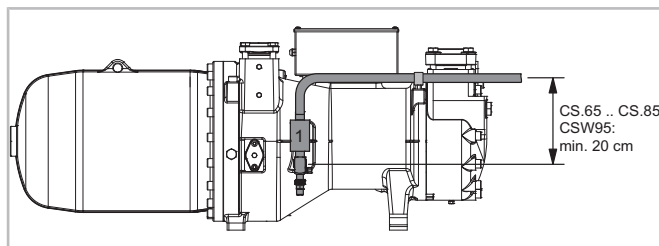

Рис. 5 Схема прокладки трубопровода линии экономайзера на компрессоре
Опциональные линии экономайзера (ECO) (не для CSW95), см. рис. 5, стр. 96 и/или впрыска жидкости (LI), см. рис 6, стр. 96 должны быть направлены вертикально вверх от места присоединения. Это предотвращает миграцию масла и повреждение компонентов вследствие гидравлических ударов (см. руководство SH-170).